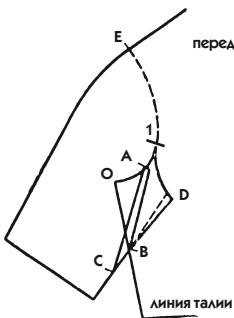
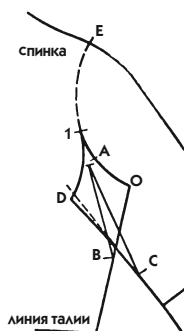

Рис. 716
Рис. 720
1. **Перед.** Переведите чертеж прилегающего кимоно, перенеся на него линию проймы (см. засечку О на рис. 716).
3. После перемещения засечки D на расстояние, равное расстоянию между засечками 1 и О, проведите от засечки 1 до засечки D сплошную изогнутую линию до пересечения с линией нижнего среза рукава (рис. 716).
- Чтобы избежать сужения рукава, можно сделать расширение по боковому срезу либо наклонной линией, либо параллельной, как показано пунктирами на рис. 716 или 719.
- Положите рядом чертежи переда и спинки, совместите линии боковых срезов, располагая точки В на одном уровне, и исправьте, если надо, линию проймы спинки, чтобы она точно соответствовала пройме переда (засечка О на рис. 720).
• Переходит ли изогнутая линия за линию нижнего среза рукава? (На рис. 720 переходит, и вы видите, что применено решение рис. 716.) Внесите необходимые изменения, как вы сделали это для переда, и не забывайте, что длина отрезка CD должна быть равной длине этого отрезка на передаче.
1. Переснимите полуластовицу с рис. 716 или 720 (ластовица делится пополам по линии, указывающей косое направление нитей).
Это изменение специально подходит для такого рельефа. Следуйте примеру на рис. 720 при построении чертежа любого другого фантазийного рукава «кимоно».
Если новый поворот рукава не достигает линии нижнего среза рукава или переходит за нее, надо изменить чертеж. Для этого вернитесь к описанию рис. 716—720. Обращаем ваше внимание, что рис. 716 не очень подходит для одежды прямого покроя.
- При необходимости перенесите линии бокового среза или нижнего среза рукава, чтобы достичь баланса между кривизной проймы и поворотом рукава, как объяснено на рис. 716—720.